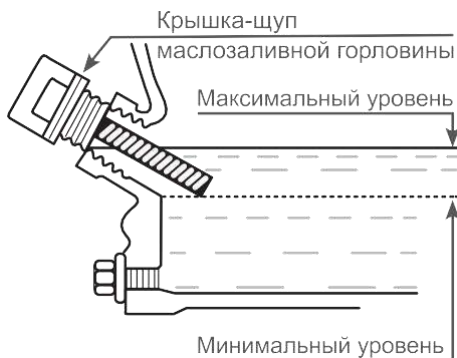

Рис. 5 Проверка уровня масла в картере
4. Протрите щуп насухо и вставьте в отверстие горловины, не закручивая (Рис. 5).
5. Аккуратно вытащите щуп и осмотрите его. Уровень масла должен соответствовать верхней отметке на щупе. При недостаточном уровне масла в картере необходимо долить чистое масло до верхней отметки на щупе, что соответствует нижней кромке заливного отверстия (Рис. 5). После окончательной проверки, плотно закрутите крышку-щуп.
Максимальный уровень масла в картере соответствует нижней кромке маслосазливной горловины (Рис. 5).